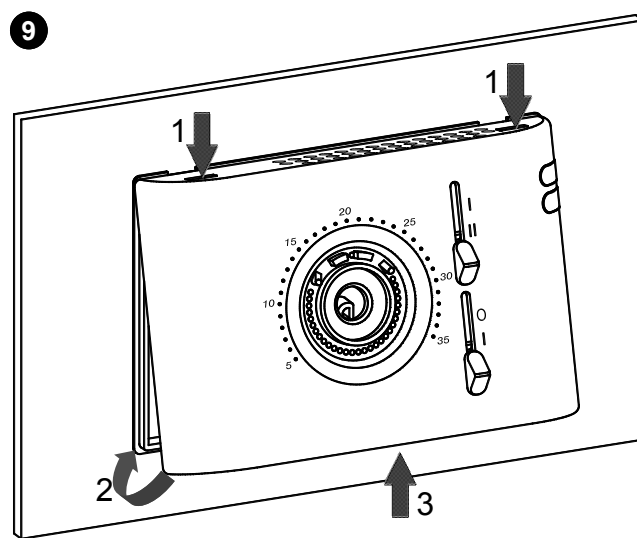

Fig. 10 - Abb. 10
- Tourner la calotte en faisant en sorte que les glissières coïncident avec leurs commutateurs respectifs et pousser la languette en plastique située sur la partie inférieure de la base vers le bas (la languette est indiquée par une flèche sur la Fig. 10) ; exercer une pression jusqu'au déclenchement de la languette de fixation en plastique à l'intérieur de l'orifice sur le côté inférieur de la calotte. Vérifier ensuite que les glissières coulisent correctement.
- Ruotare la calotta facendo in modo che gli slider coincidano con i relativi commutatori e spingere verso l'interno la linguetta plastica posta sulla parte inferiore della base (indicata dalla freccia in Fig. 10) ed esercitare una pressione che faccia scattare la linguetta plastica di fissaggio all'interno del foro sul lato inferiore della calotta. Quindi verificare la corretta corsa degli slider.